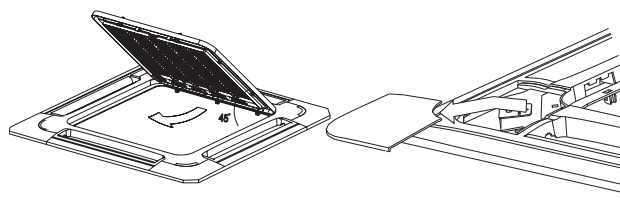

Fig. 5-10
- Tirez la grille vers le haut à un angle d'environ 45° puis retirez-la. (Voir fig.5-10)